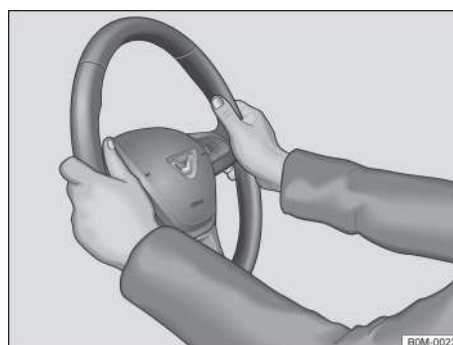

Рисунок 51. На рулевом колесе: правильное положение рук на «9 часов» и «3 часа»
- регулируйте рулевое колесо так, чтобы руки были слегка согнуты, когда вы держите внешние края рулевого колеса в положениях на «9 часов» и «3 часа» → Рисунок 51.
- Обязательно держитесь за внешний край рулевого колеса в положениях «9 часов» и «3 часа» → **Рисунок 51**, сбоку обеими руками во время движения, чтобы уменьшить степень травмирования при срабатывании фронтальной подушки безопасности водителя.